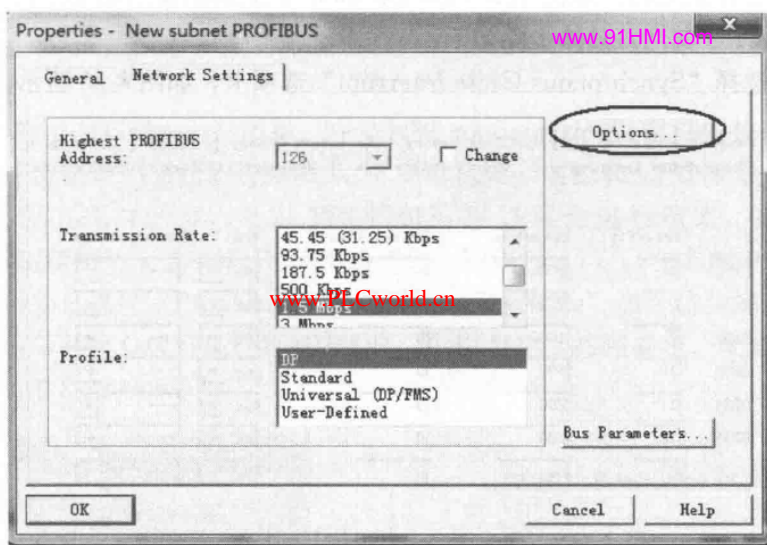

图 8-37 “Properties-PROFIBUS”对话框
2) 双击 DP 主站系统，在“Genera”选项卡中单击“Options”按钮，在出现的“Properties-PROFIBUS”对话框中，选择“Network Settings”选项卡中，单击“Options”按钮，如图 8-37 所示。